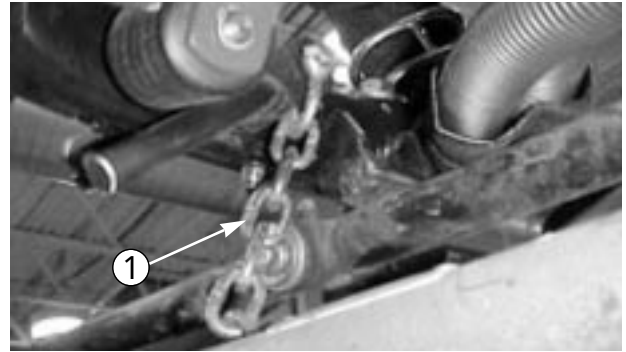

図 11
11. 昇降アームからチェーンを外し、左右の後カuttingユニットに固定する（図11；キャップスクリュー、平ワッシャ、ロックナットを使用する）。